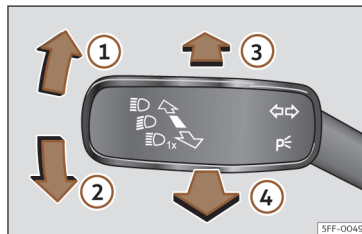

Fig. 92 Manípulo dos indicadores de mudança de direção e dos máximos (conforme versões).
- A partir da posição base, pressione para a frente o manípulo dos indicadores de mudança de direção e de máximos »» **Fig. 92** .
- **OU:** com a luz de máximos ligada, puxe para trás o manípulo dos indicadores de mudança de direção e de máximos »» **Fig. 92** .